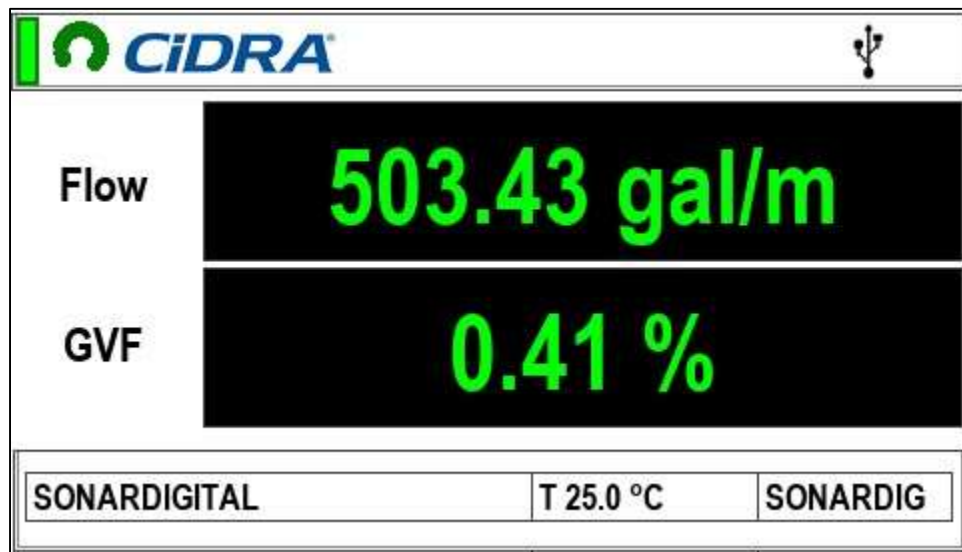

Figura 3-2: Pantalla de Modo operacional
En la parte inferior derecha de la pantalla (*SONARDIG* en la *Figura 3-2*) hay una etiqueta denominada *Short Tag* (etiqueta corta) que el usuario puede configurar con cualquier nombre o número distintivo con el que desee etiquetar el TRANSMISOR (hasta 8 caracteres) utilizando el submenú *Básico/Sistema (Basic/System)*. Para aquellos TRANSMISORES con interfaces HART habilitadas y funcionales, este mismo parámetro también se puede configurar en el submenú *Comms/HART*. Del mismo modo, en la parte inferior izquierda de la pantalla (*SONARDIGITAL* en la *Figura 3-2*) hay una etiqueta denominada *Long Tag* (etiqueta larga). Tiene la misma función y se puede configurar en los mismos submenús que *Short Tag*, pero puede tener hasta 40 caracteres. Tenga en cuenta que la ubicación de *Long Tag* se comparte con los mensajes de estado, por lo que si hay algún mensaje de estado que indique algo distinto al funcionamiento normal, *Long Tag* no se mostrará.
Cuando no está en proceso de configuración ni está en modo de prueba y se muestra la pantalla Modo operacional de la *Figura 3-2*) con el símbolo girando en la esquina superior izquierda, el medidor está funcionando y calculando los resultados de flujo y/o GVF a una velocidad típica de una vez por segundo. Hay un tiempo de inicio de hasta 25 segundos antes de que se informe el primer caudal dentro del rango. La precisión nominal no se alcanza hasta que el sistema haya alcanzado el equilibrio térmico, aproximadamente 30 minutos después de encenderlo (ON).